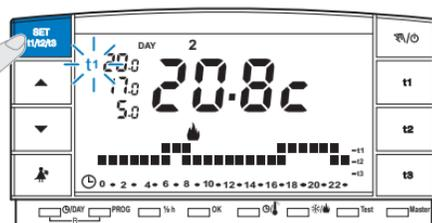

fig. 24
- Appuyer une ou plusieurs fois sur la touche «  » pour sélectionner le set (t1 ou t2) désiré (le symbole sélectionné clignote) (fig. 24).